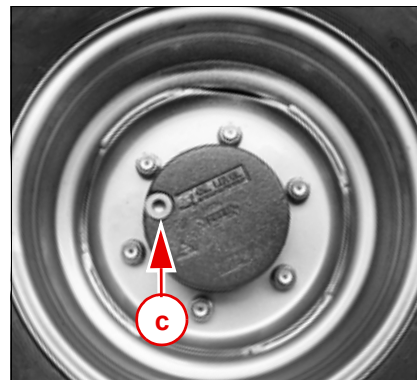

Fig. 172
5. Ved hjulreduktionsgear skal hjulene løftes med en donkraft som vist i Fig. 172.
6. Skru unbrakoskruerne a og b (Fig. 171) og c (Fig. 172) ud.